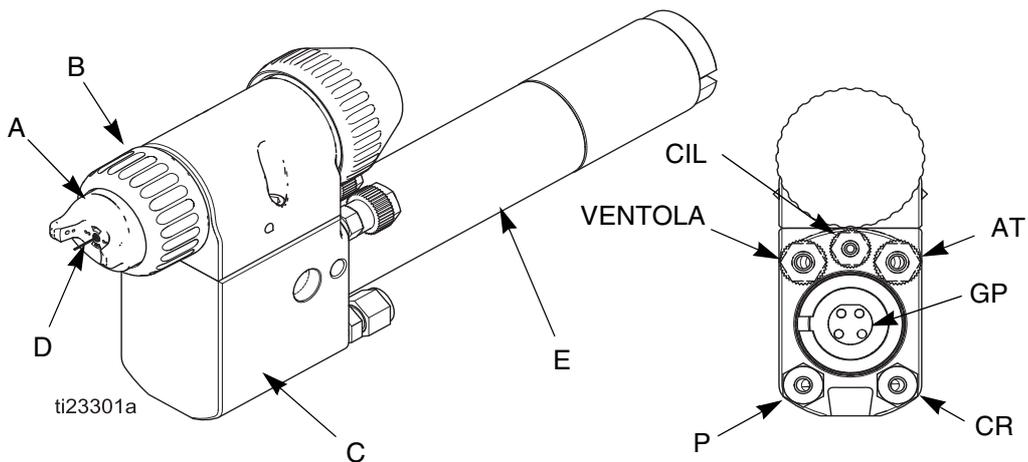

FIG. 1. Panoramica della pistola - Montaggio posteriore
La pistola automatica pneumatica elettrostatica per la spruzzatura funziona come una pistola a spruzzo pneumatica tradizionale. L'aria di nebulizzazione e della ventola vengono emesse dal cappello di polverizzazione (A). Vedere FIG. 1, pagina 8.
Il controller invia corrente all'alimentatore (E), che aumenta la tensione fino al livello impostato nel controller. La carica elettrostatica entra nel collettore (C) e viene diretta verso l'elettrodo della pistola (D). Il fluido si carica attraverso l'elettrodo della pistola a spruzzo. Il fluido caricato viene attratto all'oggetto più vicino collegato a terra, avvolgendo e ricoprendo uniformemente tutte le superfici. Vedere FIG. 1, pagina 8.